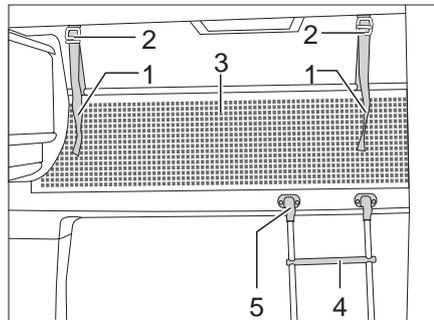

Bild 120 Alkovenbett
**Aufstiegsleiter** Zum Besteigen des Alkovenbetts die serienmäßig beigelegte Aufstiegsleiter (Bild 120,4) benutzen.
*Einhängen:* ■ Die Leiter mit den Holmen in die Halterung (Bild 120,5) an der Alkovenblende einhängen.
**Sicherungsnetz** Das Sicherheitsnetz (Bild 120,3) ist serienmäßig zwischen Matratze und Lattenrost verstaut. Das Sicherheitsnetz erst aufspannen, wenn sich die Personen bereits im Alkoven befinden.
*Aufspannen:* ■ Die Haltebänder (Bild 120,1) in die Halterungen an der Decke (Bild 120,2) einrasten.